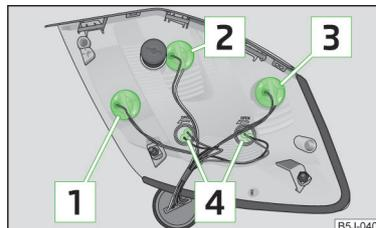

Abb. 163
Glühlampenordnung » Abb. 163.
- › Zum Wechseln der Glühlampe die Lampenfassung bis zum Anschlag **entgegen dem Uhrzeigersinn** drehen und aus dem Gehäuse herausnehmen » Abb. 163.